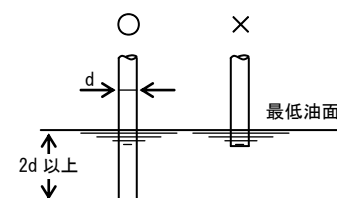

図 5
- (6) 吸上げの場合は、次のことに注意してください。
- (a) 吸込配管は図 5 のように管径（直径）の 2 倍以上深く、底より 1~1.5 倍以上はなしてください。